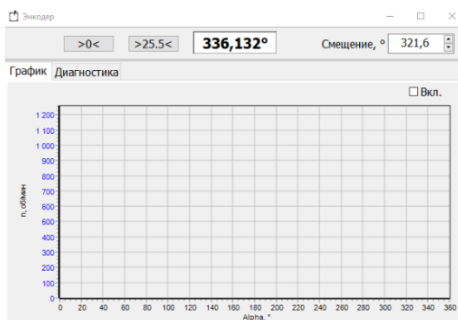

Рисунок 2.11 – Окно записи значения полученного смещения
- Получившееся смещение вносим в окно «Смещение». Убедившись, что оно сохранилось, закрываем окно. (рис. 2.11)